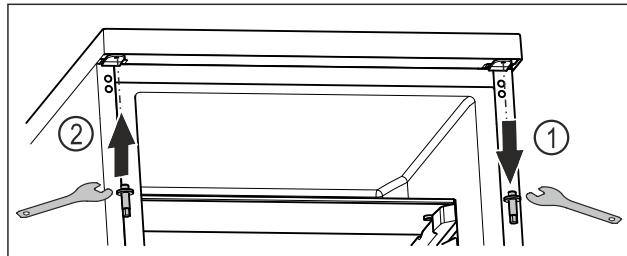

Fig. 23
- Выкрутите верхний болт ключом с наружным шестигранником. *Fig. 23 (1)*
- Затяните болт на противоположной стороне ключом с наружным шестигранником. *Fig. 23 (2)*